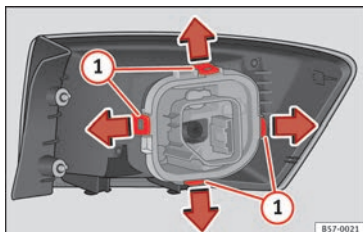

Fig. 109 Linguetas de fixação na parte posterior da unidade de luz traseira.
7. Desmonte o porta-lâmpadas desbloqueando as linguetas de fixação » **Fig. 109 ①**.